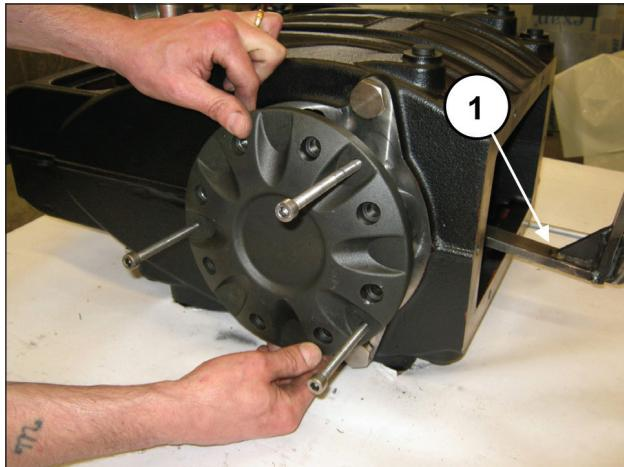

Рис. 30
Снимите крышку подшипника, поддерживая вал во избежание повреждений (поз. ①, Рис. 30).